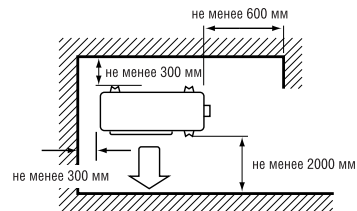

Рис. 11
- Свободное пространство сзади и справа от наружного блока должно составлять не менее указанных на рис. 11.